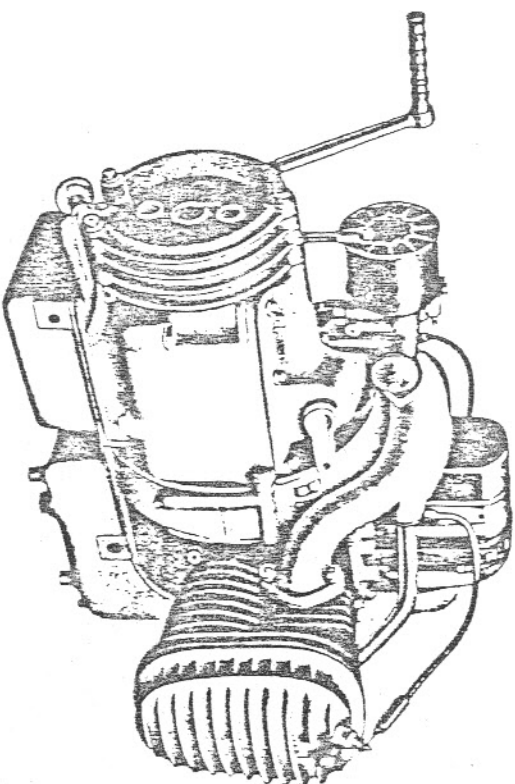

Abb. 5. Motor der Einvergaser-Tourenmaschine
1. Allgemeines: Motor mit Kupplung und Getriebe sind nach bewährter Bauart zu einem Block vereinigt. (Abb. 5.) Seine Befestigung erfolgt auf den Untergeräten des Preßrahmens mittels durchgehender Verbindungsboizen, nach deren Lösen der ganze Block abgenommen werden kann. Dies ist aber nur bei vollständiger Überholung erforderlich.